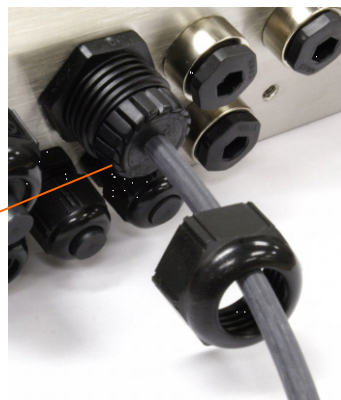

Figura A-25: Arandela aislante en el cuerpo del sujetador del cable
4. Presione la arandela de aislamiento dentro del cuerpo del sujetador del cable como se muestra en la Figura A-25.